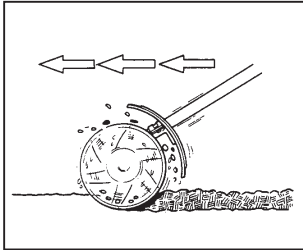

Fig. 7
- b. For shallow tilling, move the unit quickly over soil surface. (Fig. 7)
- b. Zum seichten Pflügen bewegen Sie das Gerät schnell über das Erdreich. (Abb. 7)